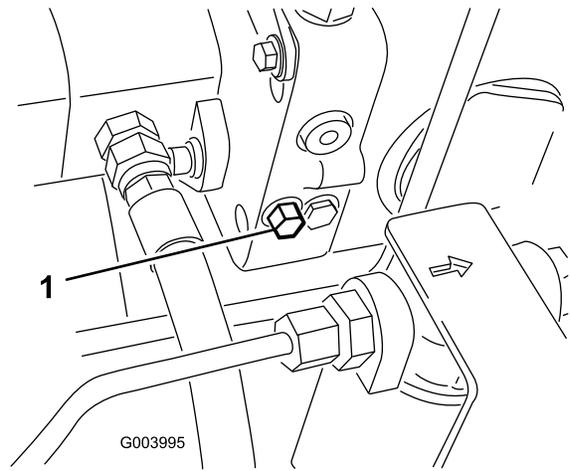

Figure 45
1. La vanne de dérivation est située du côté gauche de l'hydrostat (Figure 45). Tournez le boulon une fois et demie pour ouvrir la vanne et permettre la dérivation interne de l'huile. Il est alors possible de déplacer la machine lentement sans endommager la transmission.